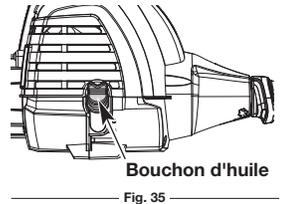

Fig. 35
- Retirez le bouchon d'huile et essuyez toute trace d'huile (Fig. 35).